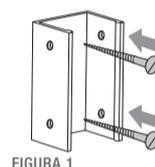

FIGURA 1
- 1) Amurar el sujetador (B) utilizando los tarugos (C) y tornillos (D) a la pared tal como indica la figura 1.